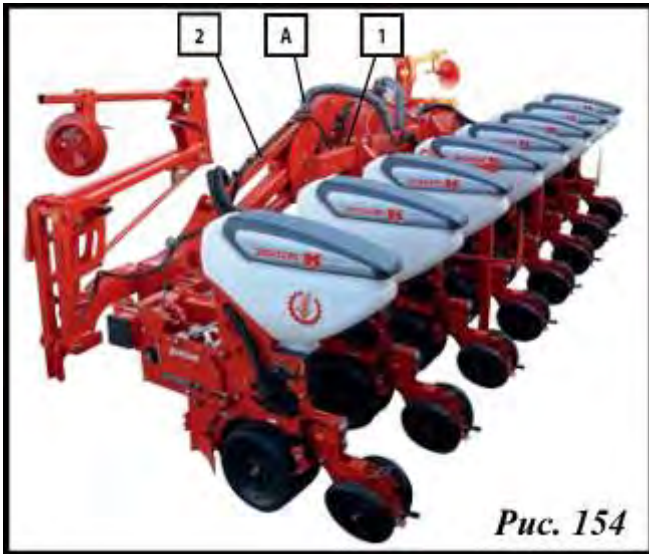

Рис. 154
ДЛЯ МОДЕЛЕЙ СЕЯЛКИ СО СКЛАДЫВАЮЩЕЙСЯ РАМОЙ ОЧИСТИТЬ ВСАСЫВАЮЩИЕ КАМЕРЫ НА ЦЕНТРАЛЬНОЙ ЧАСТИ РАМЫ (1, РИС. 154) И НА СКЛАДЫВАЮЩИХСЯ ЧАСТЯХ (2, РИС. 154), ПРИ ЭТОМ СЕЯЛКА ДОЛЖНА БЫТЬ РАЗЛОЖЕНА (РИС. 154).
- 1 - Снять воздухопровод, который соединяет всасывающую камеру на центральной и складывающейся части рамы (А, рис. 154 или 156).